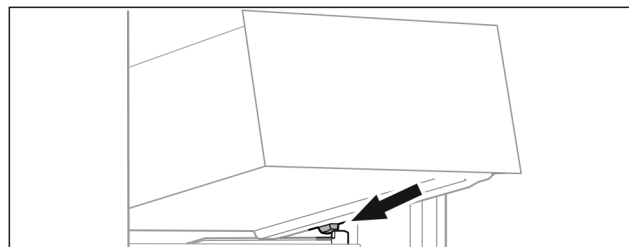

Fig. 12
- ▶ Schubfach schräg hinter den Stopperrn auf die Behälterrippe aufsetzen Fig. 12 ().